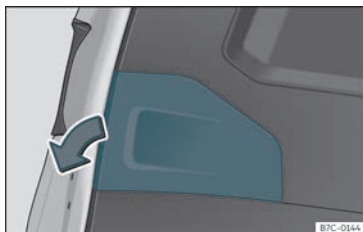

Fig. 50 Portón traseiro aberto: retirar a tapa.
- Retire a tapa do portón na dirección da frecha >>> **fig. 50**.